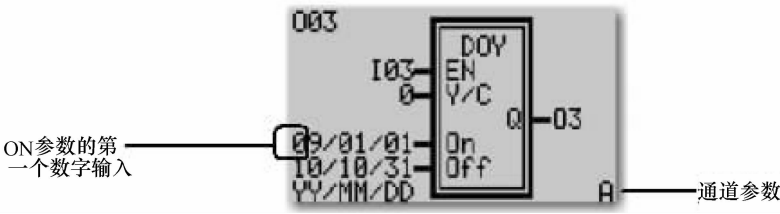

图 1-11 组态 DOY 功能块
6) 按向右键，选择通道参数，并显示是通道 A。组态 DOY 功能块如图 1-11 所示。
8) 按向右键，选择 On 参数的数字输入，如图 1-11 所示，把 On 的日期设定为 11/08/18 (YY/MM/DD)，完成参数 On 的设置。